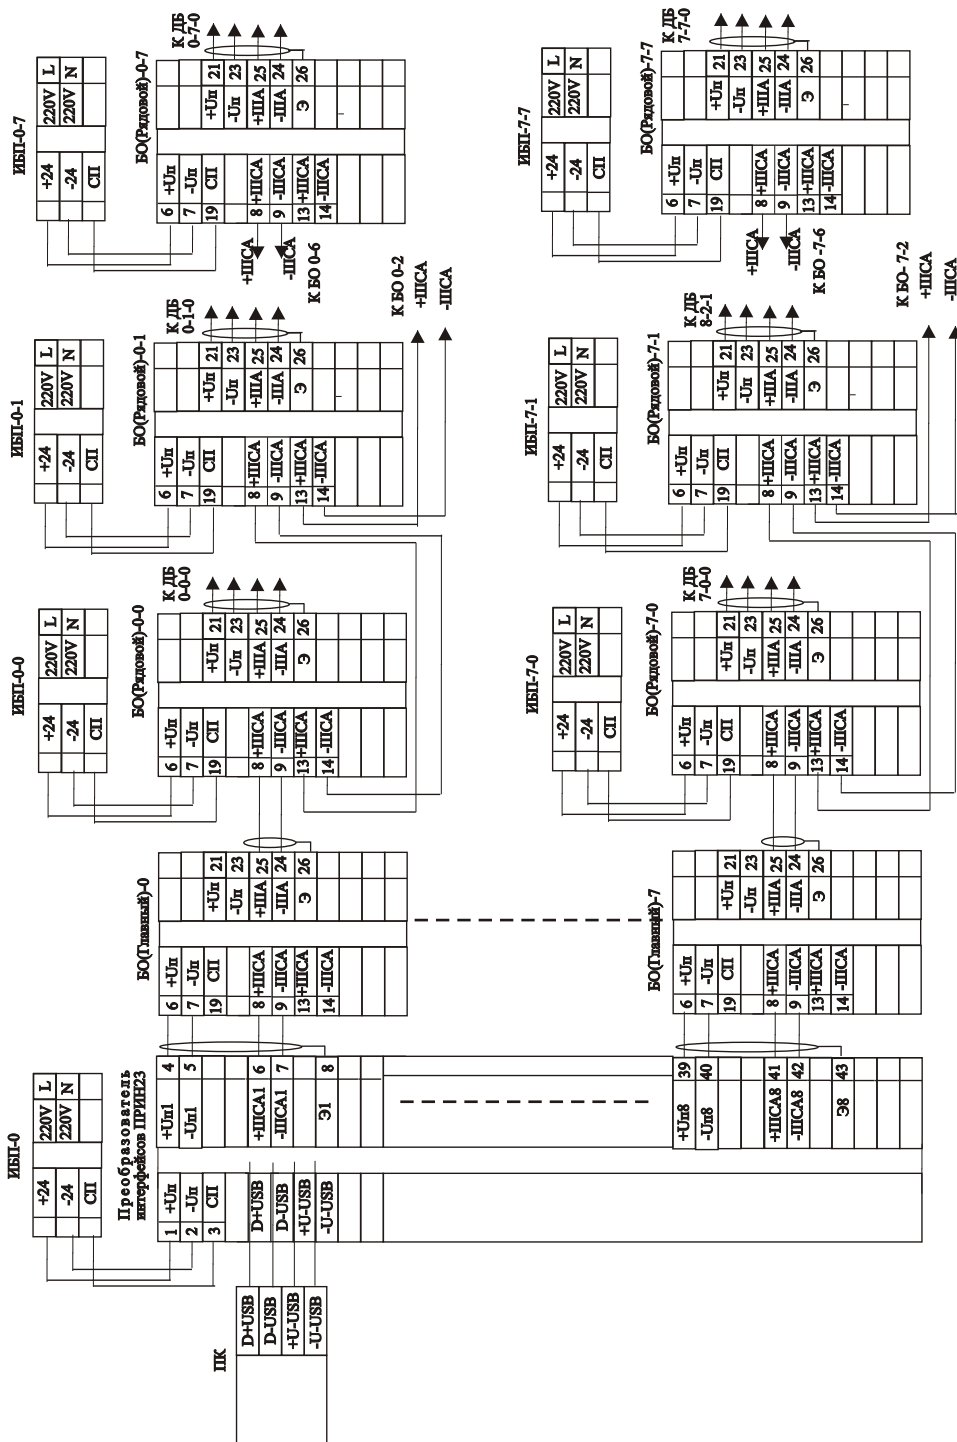

Рис.7 Схема адресно-аналоговой системы с восемью БО в режиме “главный” и 1990 ДБ
2.2.15 Для организации адресно-аналоговой системы и использовании в качестве верхнего уровня от двух до восьми БО в режиме “главный” произвести подключение по рис.7. На верхний уровень в диспетчерский пункт будет поступать полная информация о состоянии каждого детекторного блока, с отображением на персональном компьютере,